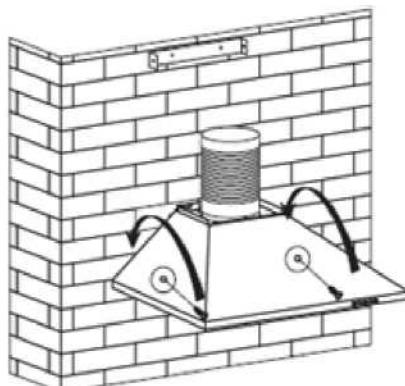

Abb. 5
- Hängen Sie das Gerät an der Halterung auf, und befestigen Sie es mit den 2 Sicherheitsschrauben (4 mm x 30 mm). Die beiden Sicherheitsventile mit 6- mm- Durchmesser sind an der Gehäuserückseite angebracht. Siehe Abb. 5